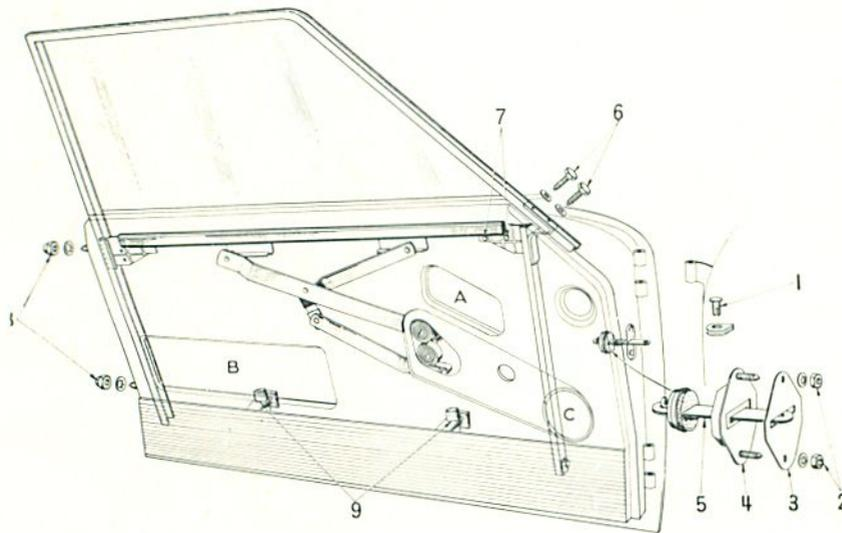

Fig. 14
porte, puis la dégager par l'ouverture (B) (fig. 14).
— Engager la commande à distance par l'ouverture (B) (fig. 14). Poser les deux vis et rondelles (7). Placer la vis inférieure au centre de la boutonnière et bloquer la vis inférieure.
DEPOSE ET POSE OU REMPLACEMENT D'UN CADRE DE VITRE DE PORTE (fig. 14)
DEPOSE ET POSE D'UNE VITRE DE PORTE (fig. 14 et 15)
REMPLACEMENT D'UN LEVE - VITRE DE PORTE (fig. 14)
Repousser le mécanisme d'abord à l'intérieur de la porte de façon à dégager l'axe de la manivelle, déplacer ensuite le mécanisme de lève-vitre latéralement vers l'arrière de la porte jusqu'à dégager les deux bras de la chaussée. Sortir le lève-vitre par l'orifice (B) (fig. 14).
— Engager le lève-vitre à l'intérieur de la porte par l'ouverture (B) (fig. 14), engager les bras du mécanisme dans
— A l'intérieur de la porte, par l'ouverture (C) (fig. 14) déconnecter les fiches d'alimentation du feu d'accouoir de porte et de rappel de clignotant (3 fiches). Dégager le faisceau de la porte avec son passe-fil.
— Desserrer les deux branches de l'axe du tirant de porte. Avant de déposer l'axe, refermer légèrement la porte afin de dégager le tirant de son arrêt (pince). Dégager l'axe, puis le tirant par l'ouverture (A) (fig. 14).
— Le mécanisme de lève-vitre ayant été déposé auparavant, le dégager de la porte par l'ouverture (B) (fig. 14).
— Déposer les deux vis fixant la commande à distance, dégager celle-ci par l'ouverture (B) (fig. 14).
— Resserrer les deux branches de l'axe du tirant de porte, déposer l'axe et dégager le tirant par l'ouverture (A) (fig. 14).
— Introduire le mécanisme de lève-vitre à l'intérieur de la porte par l'ouverture (B) (fig. 14).